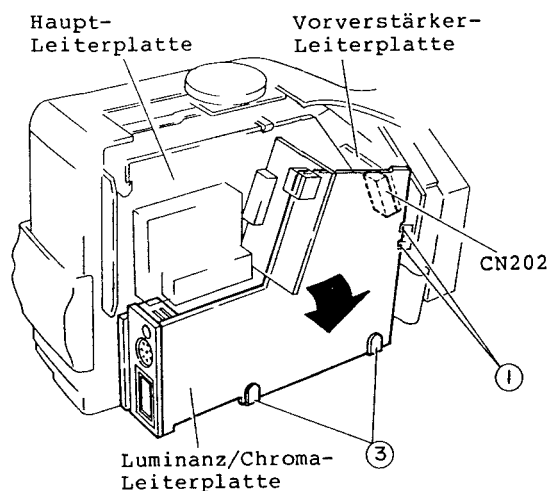

Abb. 2-20
10. Die Luminanz/Chroma-Leiterplatte aufklappen (siehe Abb. 2-20).
1. Zwei (2) Laschen freigeben, den Stecker CN202 von der Vorverstärker-Leiterplatte abziehen und die Luminanz/Chroma-Leiterplatte in Pfeilrichtung aufklappen (siehe Abb. 2-20).
3. Zwei (2) Laschen des Leiterplattenhalters freigeben und die Luminanz/Chroma-Leiterplatte entfernen (siehe Abb. 2-20).
1. Die Luminanz/Chroma-Leiterplatte aufklappen (siehe Abb. 2-20).
2. Die Luminanz/Chroma-Leiterplatte aufklappen (siehe Abb. 2-20).